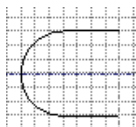

图 4.9.4 镜像图元 (一)
(1) 在功能选项卡区域的选项卡中单击按钮。
(2) 框选前面绘制的图元。
(3) 单击“选择”对话框中的按钮。
(4) 在系统的提示下，选取水平的构造线为镜像中心线，即可看到所选图元被镜像到镜像中心线下方，如图 4.9.4 所示。
(2) 框选图 4.9.4 所示的整个图元区域，单击中键。